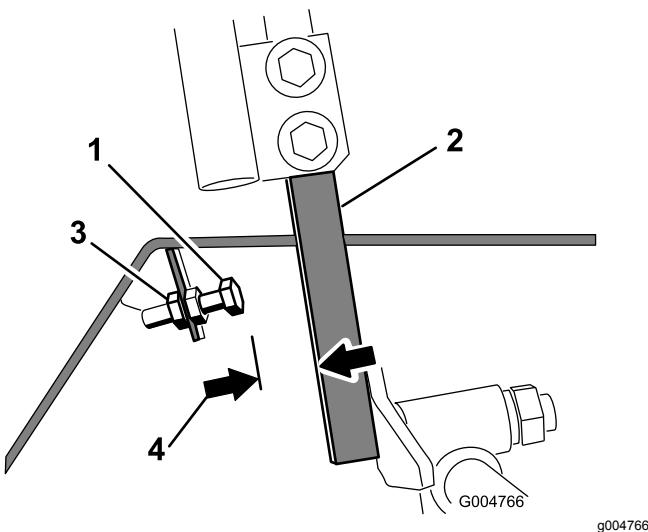

Figure 76
4. Desserez l'écrou de blocage sur le boulon d'arrêt de l'un des leviers de commande (Figure 76).